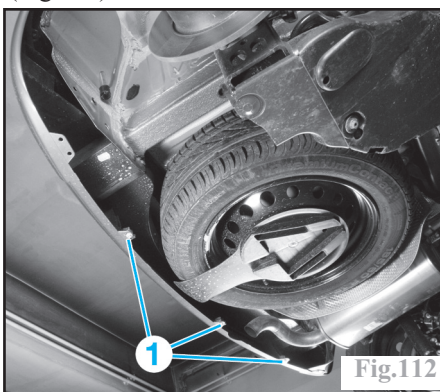

Fig.112
Déposer les vis de fixation inférieure (1) (Fig.112).